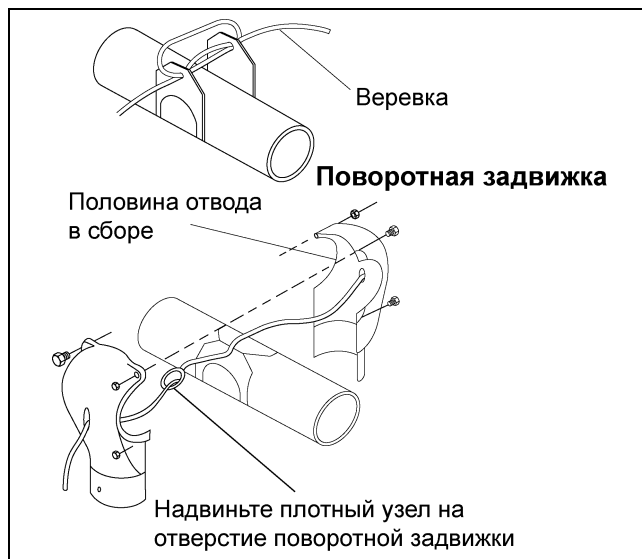

Рисунок 5M Установка комплекта отвода
2. Пропустите веревку через концы поворотной задвижки, как показано на рис. 5M, и свяжите концы задвижки так, чтобы длина веревки с обеих сторон была одинаковой.